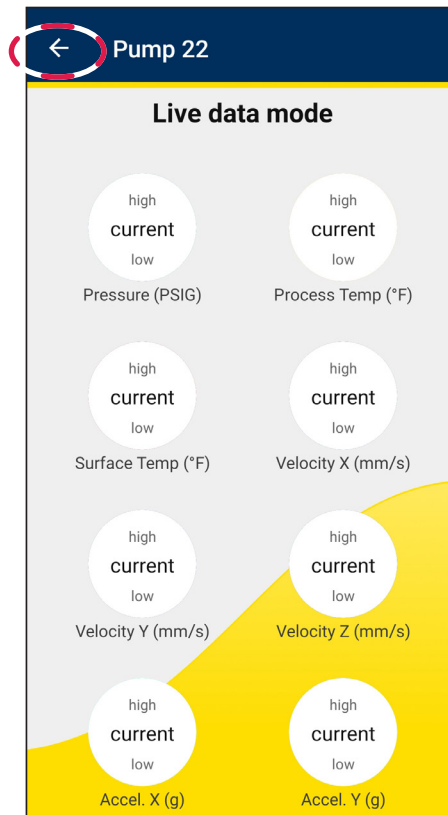

Abbildung 15
3. Die App beginnt automatisch mit der Erfassung von Live-Daten (siehe Abbildung 15).
4. Um die Erfassung von Livedaten zu beenden, wählen Sie den Pfeil „Zurück“ (siehe Abbildung 15).